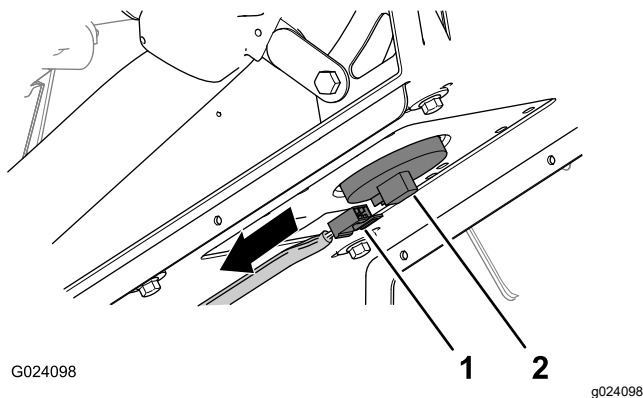

Figura 34
1. Desconecte el conector hembra de 2 vías del arnés de cables de la máquina que está conectado al conector del interruptor del asiento (Figura 34).